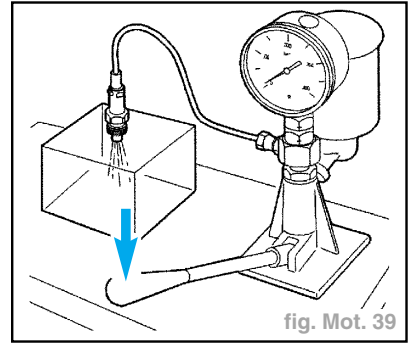

fig. Mot. 39
**Nota :** La rondelle pare-flammes (14) se trouve à l'intérieur du porte-injecteur.
- Manomètre en service (fig. Mot. 39).